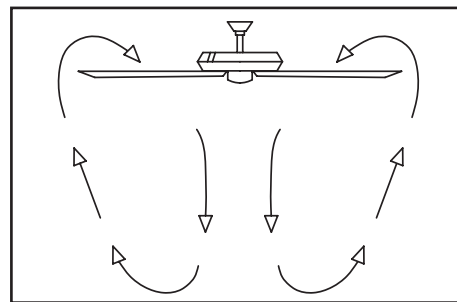

Figura 24
**Clima cálido** - (Hacia adelante) Un flujo de aire hacia abajo surte efecto refrescante, como se muestra en la Figura 24. Esto permite fijar tu aire acondicionado en una configuración más alta sin afectar tu comodidad.